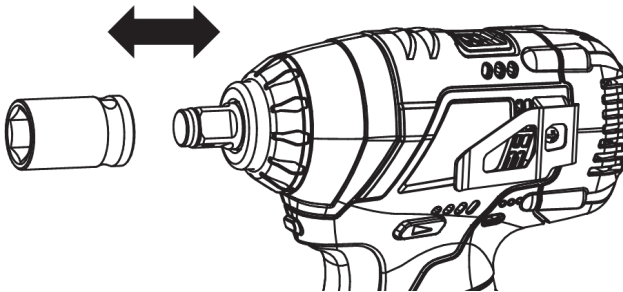

Fig. 4
1. inserta un socket en el yunque. (ver Fig. 4)
Siempre siga el procedimiento a continuación para quitar un socket. Extraiga el socket del yunque directamente. (ver Fig. 4)